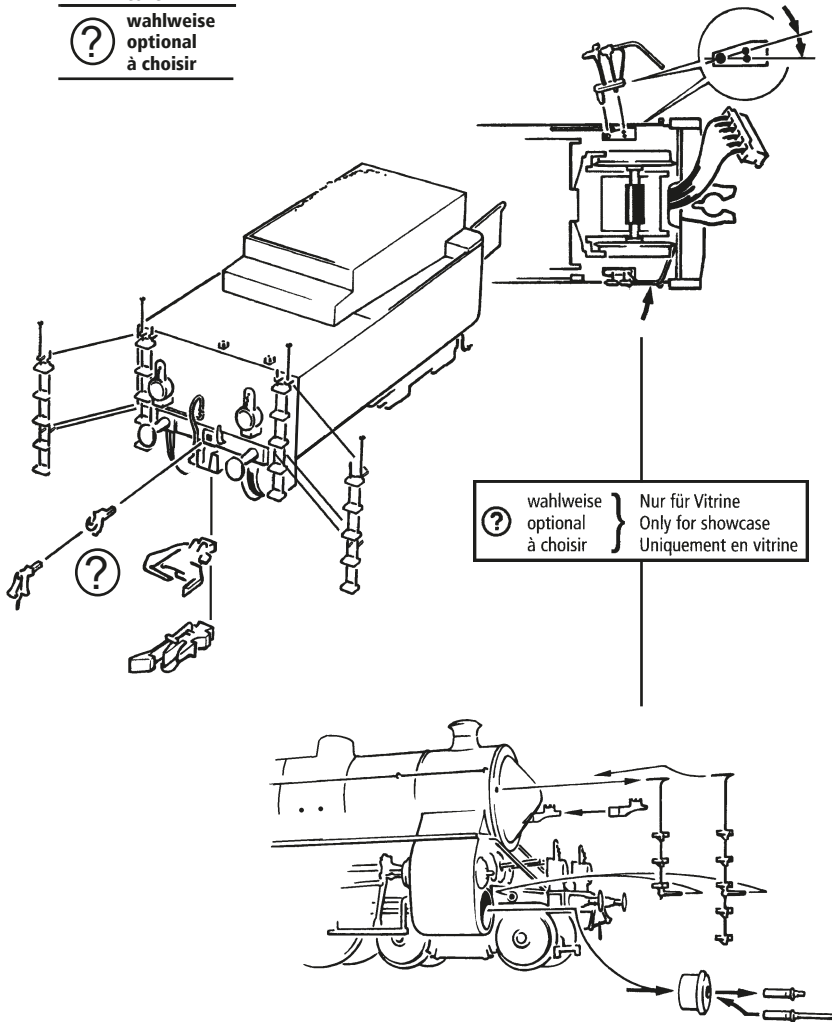

Fig. 3
Zuerst das Tendergehäuse abnehmen (Fig. 3) Danach den Brückenstecker aus der Schnittstelle entfernen (diesen sorgsam aufbewahren). Zuletzt den Stecker des Steuerbausteins lagerichtig einsetzen (siehe Fig. 6).
2. Schmierung: Versehen Sie die im Schmierplan in Fig. 8 gekennzeichneten Stellen mit nur **kleinen Öltropfen**. Dazu zuerst das Lok- bzw. Tendergehäuse abnehmen (Fig. 3). Wir empfehlen den ROCO **Öler Art.-Nr. 10906**. Fürs Schmieren der Getriebeteile (Zahnräder, Schnecke) empfehlen wir das **ROCO-Spezialfett Art.-Nr. 10905**. Im Falle der Schmierung diese Teile **nicht ölen**.
3. Lämpchenwechsel: Bitte nehmen Sie zuerst das Lokgehäuse bzw. das Tendergehäuse ab (Fig. 3, Fig. 3). Danach können Sie die **Lämpchen** wechseln (Fig. 11).
6. Kohlebürstenwechsel: Tendergehäuse abnehmen (Fig. 3). Danach wird der **Motor ausgebaut** und die **Kohlebürsten ausgewechselt** (Fig. 9).
First remove Tender body (Fig. 3). Then remove the jumper from the interface. Finally put the plug of the chip into the interface as shown in Fig. 6.
2. Lubrication: Apply **tiny oil drops** to spots marked in Fig. 8. Prior to lubrication dismantle the loco body or the tender body (Fig. 3, Fig. 3). We recommend using item no. **10906, Roco oiler**. For lubrication the gearparts (e.g. cogwheels, worm) we would recommend our Roco **special grease** (item no. **10905**).
3. Change of lights: First remove loco body and the tender body (Fig. 3) and then change lights (Fig. 11).
4. Steam generator application (Fig. 7): First remove the loco body (Fig. 3) and then push in the Seuthe steam generator no. 10 (running in digital mode: use no.11).
6. Carbon Brush Changing: First remove tender body (Fig. 3), and then the motor (Fig. 9).
Exploitation en télécommande multi-trains: Veuillez démonter d'abord la caisse du tender (Fig. 3). Enlevez ensuite la fiche de shuntage de l'interface (à conserver!) et enfichez finalement la fiche du module de télécommande aux prises de l'interface. Veillez à la position correcte de la fiche (voir Fig. 6).
2. Graissage: N'appliquez **qu'une toute petite goutte** aux endroits indiqués par le plan de graissage (Fig. 8) après avoir démonté la caisse du locomotive/tender (Fig. 3, Fig. 3). Nous vous recommandons **le graisseur à huile Roco réf. 10906**. Pour graisser les engrenages (roues dentées, vis sans fin) nous vous conseillons la **graisse spéciale Roco réf. 10905** pour engrenages en matières synthétiques. Lorsque vous utilisez cette graisse il faut éviter d'huiler ces composants.
3. Remplacement des ampoules: Veuillez démonter d'abord la caisse de votre locomotive et la caisse du tender (Fig. 3) puis vous pouvez **échanger les ampoules** (voir Fig. 11).
4. Emploi d'appareil fumigène: Veuillez démonter d'abord la caisse de votre locomotive (Fig. 3) et introduisez ensuite le fumigène au chassis (Fig. 7) **Attention:** Le fumigène Seuthe n° 10 n'est à utiliser qu'en exploitation classique >>analogue<<. Pour une locomotive munie d'un décodeur de commande numérique faites appel au fumigène Seuthe n° 11!
6. Remplacement des balais du moteur: Démontez la caisse du tender (voir Fig. 3). Sortez ensuite le moteur de son longement (voir Fig. 9) et échangez finalement le balais.
1. siehe see voir } Fig.3